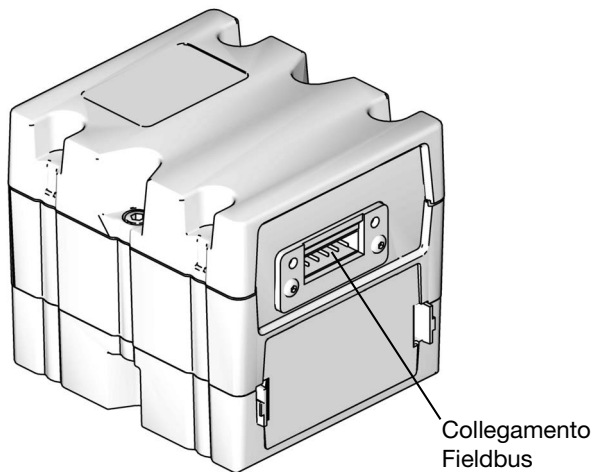

FIG. 26: Collegamento fieldbus del CGM
11. Collegare il cavo Ethernet, DeviceNet o PROFIBUS alla connessione bus di campo sul CGM secondo necessità. Vedere **FIG. 26**.